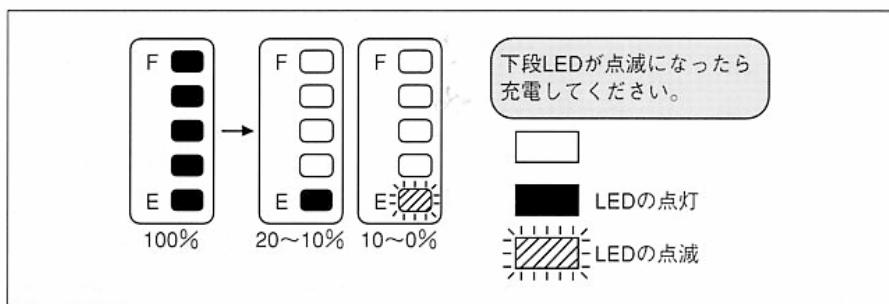

図6
- 残存容量を確認したい時は、チェックボタンを押すと約5秒間表示します。（工具からバッテリパックを抜き取った状態でも表示します。）<図6>